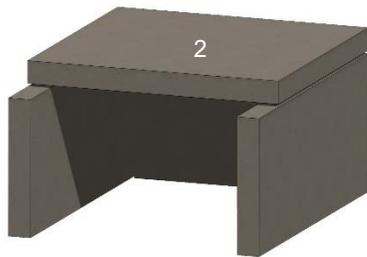

Figura 10. Placa base
D. Coloque la placa base (2), asegurándose de que esté nivelada y a escuadra. Véase la figura 10.